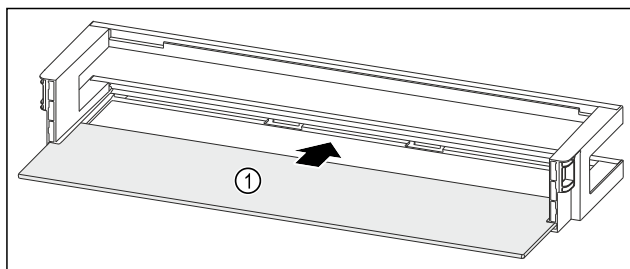

Fig. 250 Дверная полка со съемной полкой
- ▶ Вдвиньте съемную полку Fig. 250 (1) в боковые пазы.